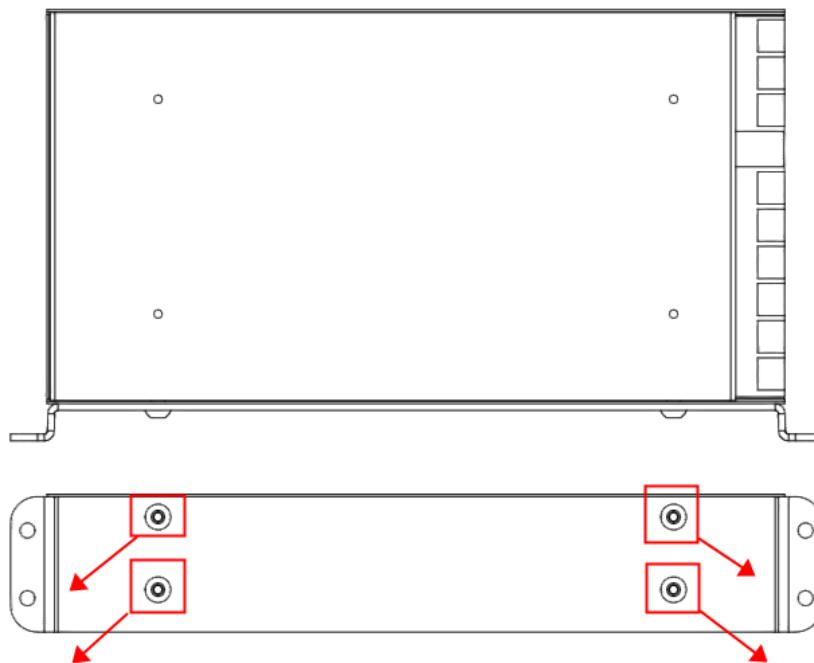

图 4-20 拆卸开关电源固定螺钉示意图
**步骤4** 使用内六角扳手拧开 24V 开关电源上的 4 颗固定螺钉并取下，并取出开关电源，如图 4-20 所示。